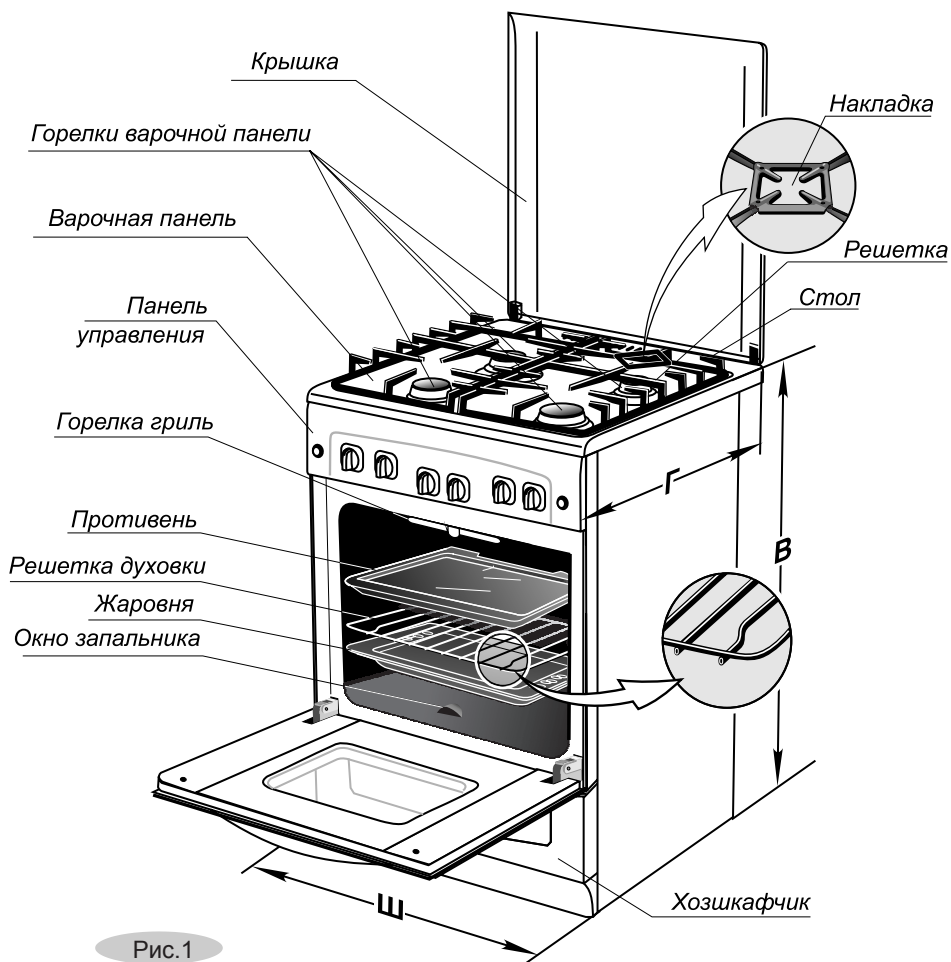

Рис.1
- Размеры плиты, ШхГхВ, мм для плит мод.5100, 5300, 5500 - 500x585x850 (см. рис. 1) для плит мод.6100, 6300, 6500, 6700(с ножками) - 600x600x850